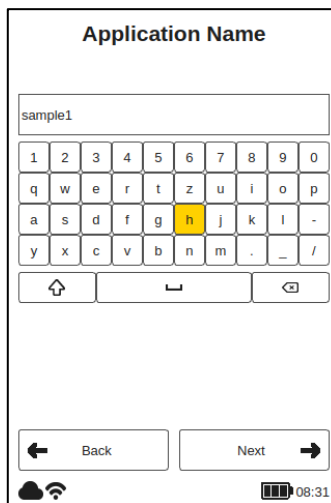

图31： 申请名称
在下一个键盘屏幕（见图31：应用程序名称），您可以编辑和修改应用程序的名称，然后确认名称与'下一个'按钮或中止操作与'返回'按钮 (B)。要完全离开菜单，"保存"或"拒绝"更改。